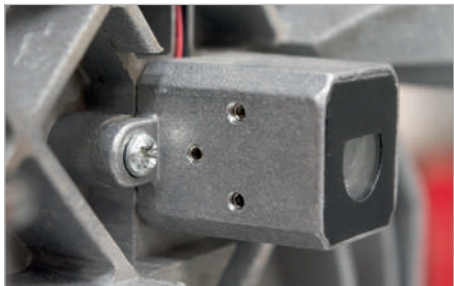

рис.7
7.3 Два винта, ближайших к опоре направляющих - регулируют положение лазера относительно плоскости диска. Регулировка производится поочередной затяжкой и ослаблением винтов с противоположных сторон корпуса лазера.(рис.7)